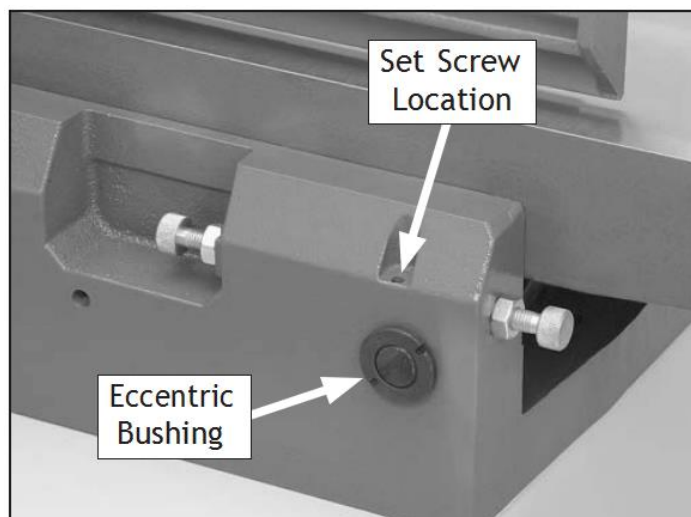

Рис. 53. Расположение эксцентриковой втулки и установочного винта.
2. Выверните верхний установочный винт из каждой из четырех эксцентриковых втулок под разгрузочным столом и ослабьте установочные винты под этими снятыми установочными винтами (см. рис. 53).